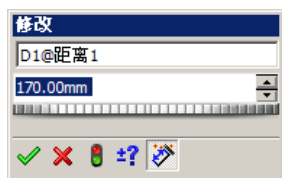
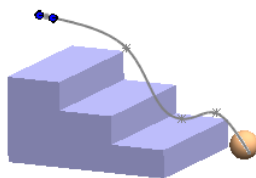

图 9.8.7 “修改”对话框
图 9.8.8 修改尺寸结果
Step7. 修改距离。双击新添加的键码，系统弹出“修改”对话框，在图 9.8.7 所示的“修改”对话框中输入尺寸值 170，然后单击 按钮，完成尺寸的修改后装配体如图 9.8.8 所示。